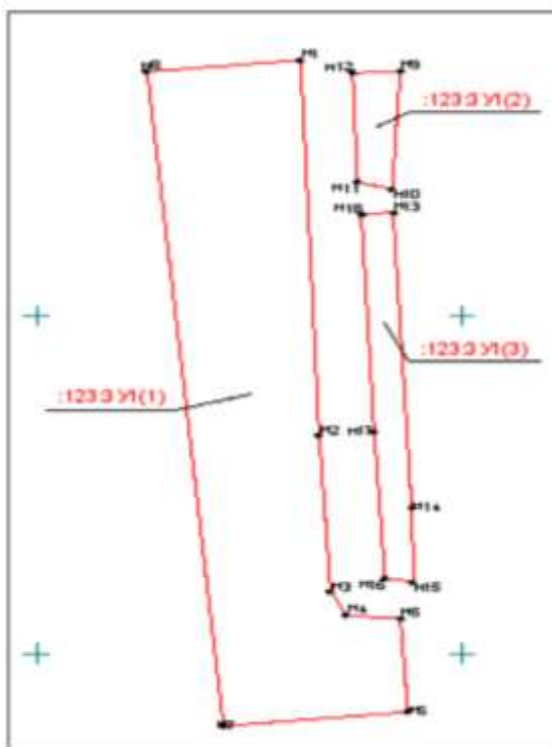

Рисунок 19– Окно с многоконтурным объектом ЗУ
- В окне параметров задайте параметры: **Начальный номер** (раздел **Нумерация точек**) – «13», в поле **Расположение** (раздел **Параметры подписей**) – *Снаружи*, **Обозначение объекта** – (3), **Метод определения координат** – *Спутниковые геодезические измерения*; **Способ закрепления точек** – *Долговременный межевой знак*; **Погрешность точек** – 0,05; **Формула расчета СКП** – *Вычисление СКП осуществлено ... полевых материалов*.
8. При необходимости отредактируйте местоположение подписей объектов (кадастровые номера, номера точек поворота границы) с помощью команды **Межевой план/ Подпись/ Редактировать** (рис. 19).